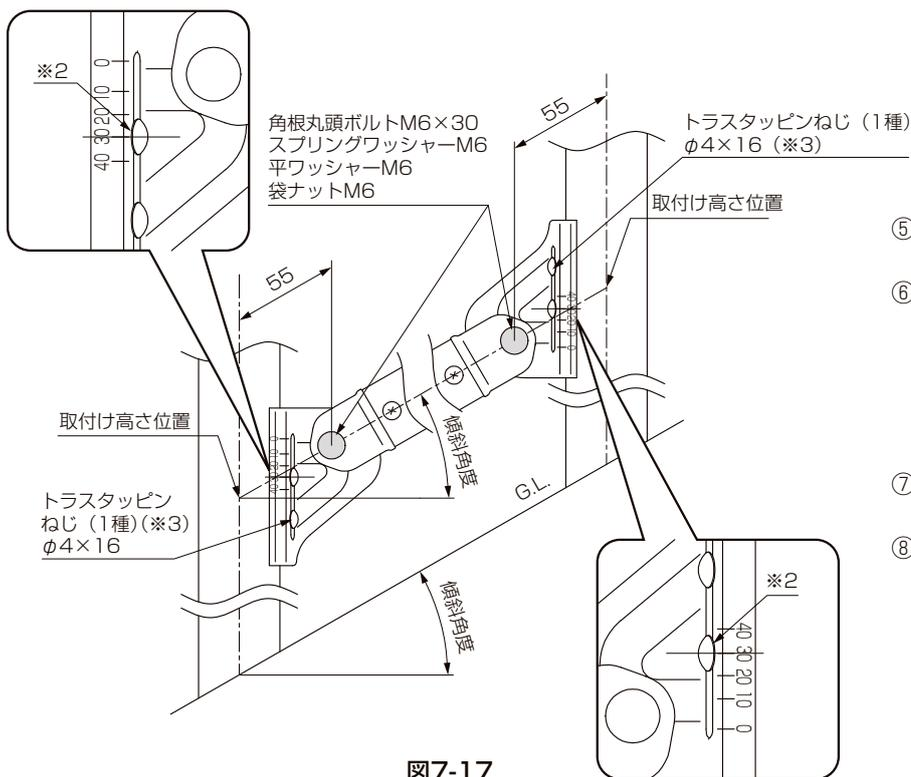

図7-17
- ⑤横棧の角度をG.L.の傾斜角度に合うように調整してください。(図7-17参照)
⑥柱ブラケットの取付け高さを決めてください。例えば、G.L.の角度が30°の場合は、ねじ(※2)の位置に柱ブラケットの30の目盛を合わせてください。また、G.L.が水平の場合は、0の目盛に合わせてください。
⑦ねじ(※3)を締めて柱ブラケットを固定してください。
⑧ボルトを締めて横棧を固定してください。